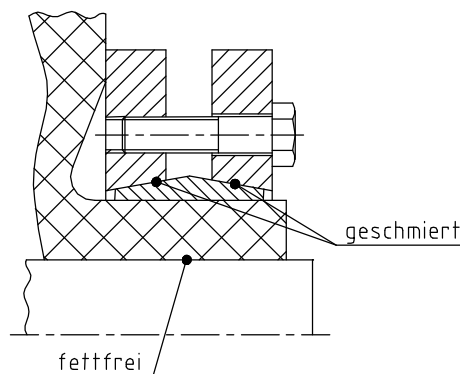

Bild 2
**Verschmutzte oder gebrauchte Spannsätze sind vor dem Einbau zu demontieren und zu reinigen. Anschließend sind nur die Konusflächen und die Spannschrauben mit Molykote MoS2 zu fetten (siehe Bild 2).**
**Kontaktflächen von Welle und Nabenbohrung (Hohlwelle innen) dürfen nicht gefettet oder geölt werden (siehe Bild 2).**